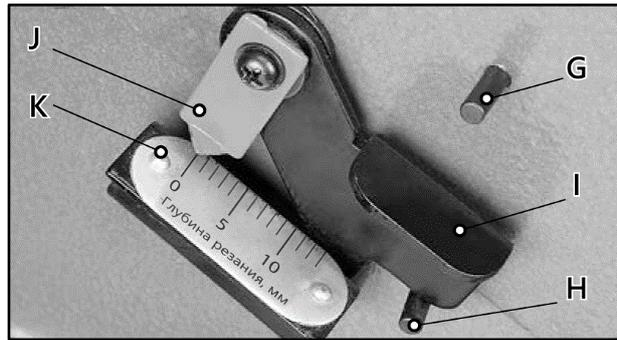

Рисунок 48.
Откалибровать высоту стола подачи можно регулируя указатель J шкалы глубины резания K (рис. 48).
- При помощи шуруповёрта, отрегулируйте указатель шкалы точно на «0» (рис. 48).
Ограничитель глубины I (рис. 48) на шкале K позволяет оператору установить максимальную глубину реза до 1 мм.
Чтобы активировать ограничитель I, установите его как показано на рис. 48. Чтобы деактивировать ручку, поднимите стол на отметку «0», поднимите вверх до упора в штифт G ограничитель I и удерживайте его, опустите стол до требуемой высоты.